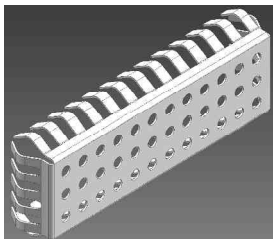

图6 EMC “U”型防磁罩
3. 也有企业通过在 CD-ROM 位置处,安装的 EMC “U”型防磁罩(图6)。